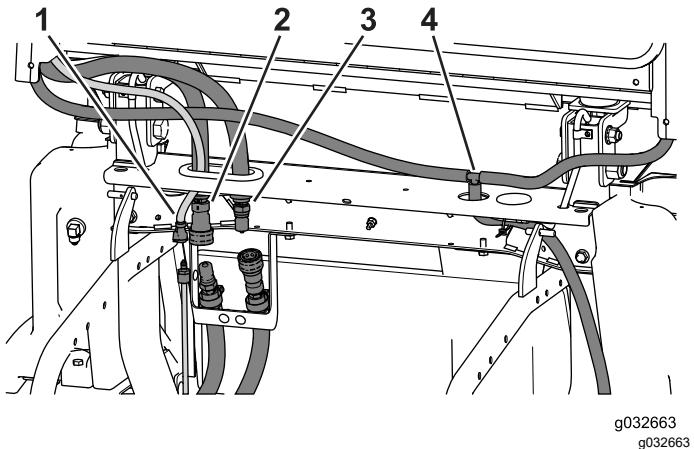

Figure 73
1. Faites passer le tube de lave-glace, le flexible d'alimentation de chauffage et le flexible de retour de chauffage dans le passe-câble (Figure 73).
3. Faites passer le flexible de vidange dans le passe-câble et vers le bas le long du tube inférieur du système ROPS (Figure 73).